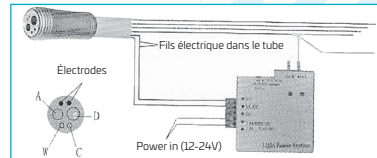

Fig. 3
- Branchez l'alimentation ; appuyez sur la commande au pied ; le témoin lumineux s'allume et la pièce à main avec éclairage à fibres optiques fonctionne. Voir la figure 3 pour plus de détails.